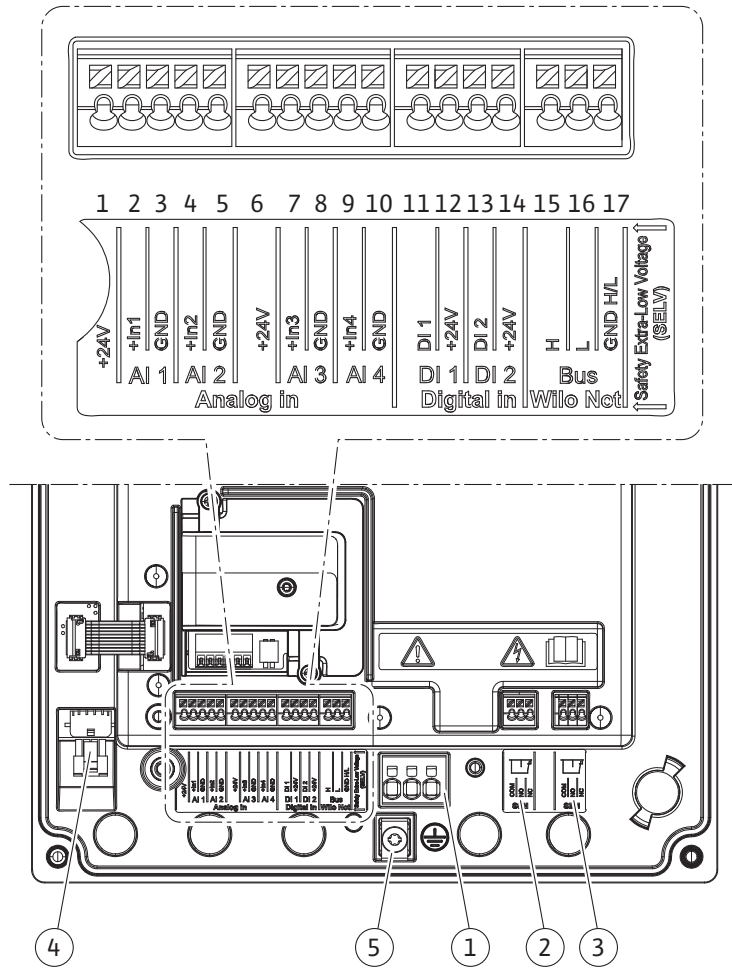
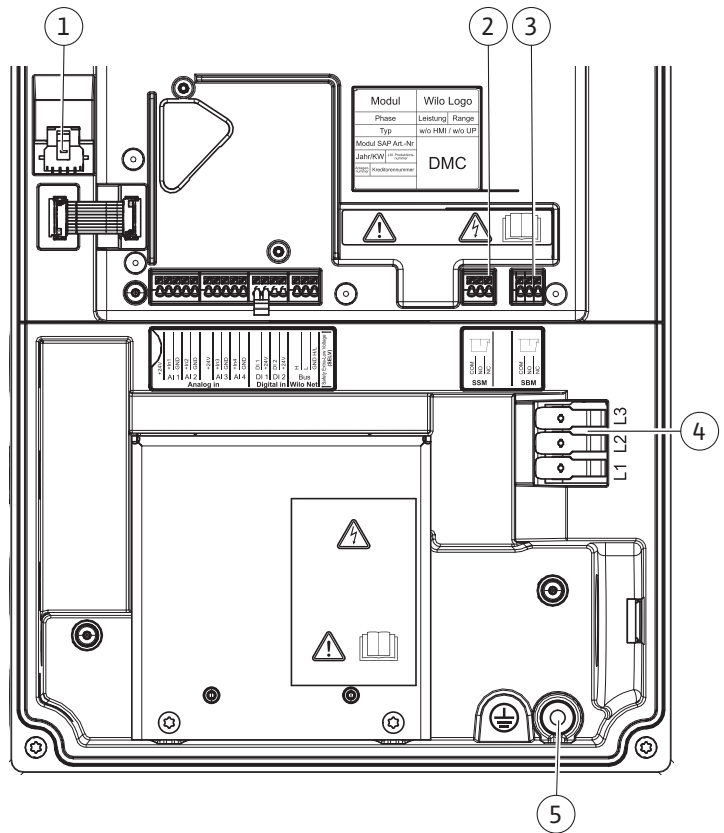

Fig. 23: Yleiskatsaus liittimet moduulissa (0,37 kW...7,5 kW)
Fig. 24: Yleiskatsaus liittimet moduulissa (11 kW... 22 kW)
Verkkoliitäntä (Fig. 23, pos. 1) (Fig. 24, pos. 4)
Maadoitusruuvi (Fig. 23/24, pos. 5)